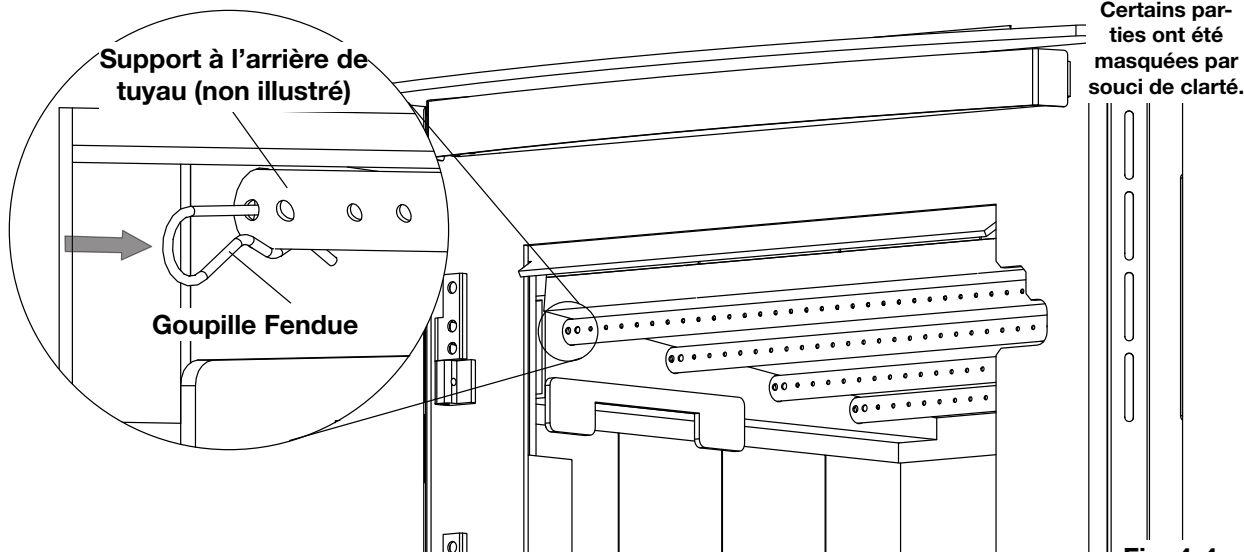

Fig. 4-4
3. Alignez le trou du tuyau d'air secondaire avec le trou du support à l'intérieur du côté gauche de la chambre de combustion, puis insérez une goupille fendue (fournie) (**Fig. 4-4**).